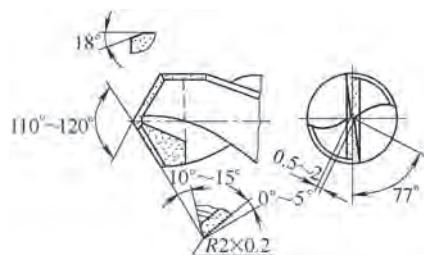
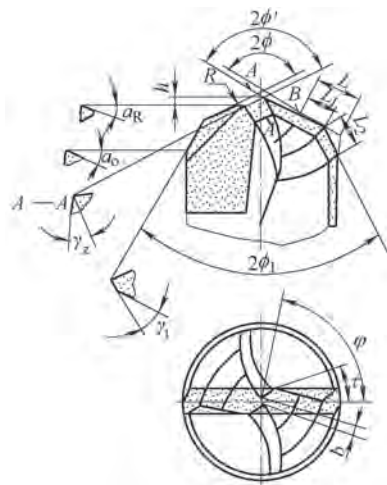

图1 钻削高锰钢的钻头
图2 钻削高锰钢的群钻
(5) 切削高锰钢应注意的问题。钻削高锰钢时，最好采用硬质合金钻头，如镶硬质合金刀片或焊硬质合金头的钻头，如图1和图2所示（图2中 $2\phi=120^\circ$ ， $2\phi'=130^\circ$ ， $2\phi_1=70^\circ$ ， $\phi=75^\circ$ ， $\tau=30^\circ$ ， $\alpha_R=15^\circ$ ， $\alpha_0=20^\circ$ ， $\gamma_r=-25^\circ$ ， $\gamma_r'=-15^\circ$ ， $h=0.08d_0$ ， $L=0.3d_0$ ， $L_1=L_2$ ， $R=0.4d_0$ ， $b=0.08d_0$ 。其中， d_0 为钻头直径）。也可采用可转位刀片的浅孔钻头。若用高速钢钻头，应磨成三尖七刃的群钻型，以利于改善散热条件和减小切削力。在钻孔时，应采用低速大进给，并不要在切削表面停留，以免加剧切削表面硬化，给下一次钻头钻入带来了困难。如发生此问题，应先降低速度，再快速大进给钻入。不管用何种钻头，都必须使用充足的切削液。